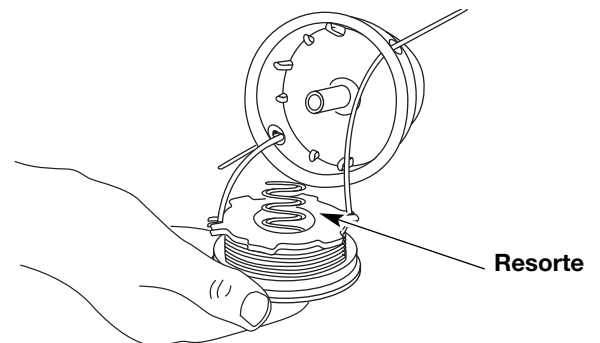

Fig. 19
13. Inserte los extremos de la línea a través de los ojillos de la bobina exterior y coloque el resorte dentro de la bobina exterior (Fig. 19). Empuje el carrete interior y la bobina exterior entre sí. Mientras sostiene el carrete interior y la bobina exterior, tome los extremos y tire con firmeza para soltar la línea de las ranuras de fijación de la bobina.
5. Inserte los extremos de la línea en los ojalillos de la bobina exterior (Fig. 19).